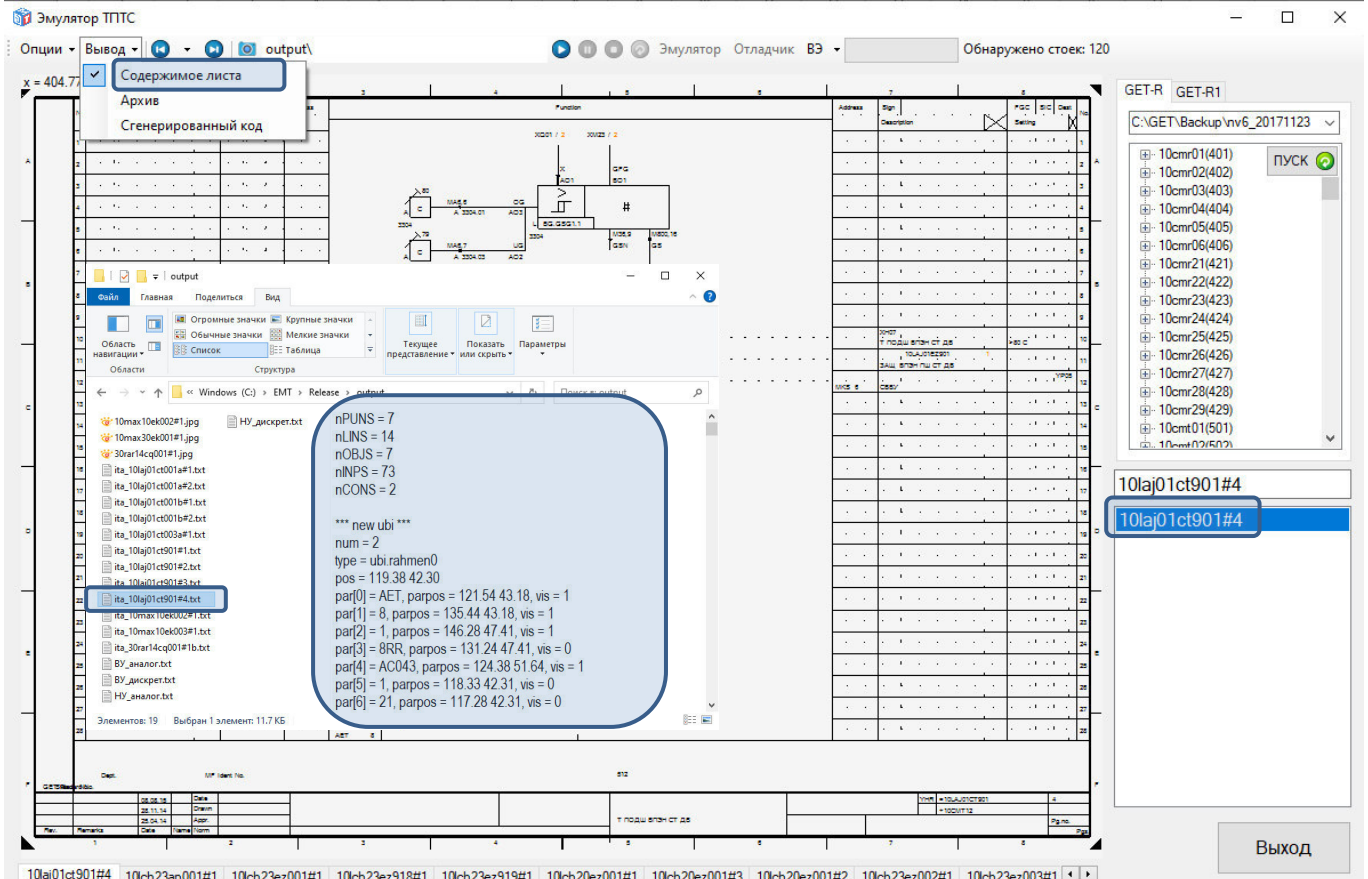

Рисунок 14 – Активация опции «Содержимое листа» и результат ее выполнения
7.4.1 Для включения опции вывода содержимого функционального плана необходимо нажать кнопку «Содержимое листа» в меню «Вывод» на панели инструментов (см. рисунок 14). В результате, при активированном состоянии кнопки «Содержимое листа» по расположению, указанному в поле «Директория вывода» на панели инструментов, будут создаваться файлы с названием «ita_[KKS]#[лист].txt», содержащие перечень всех графических объектов на просматриваемом функциональном плане и их свойств (см. рисунок 14).